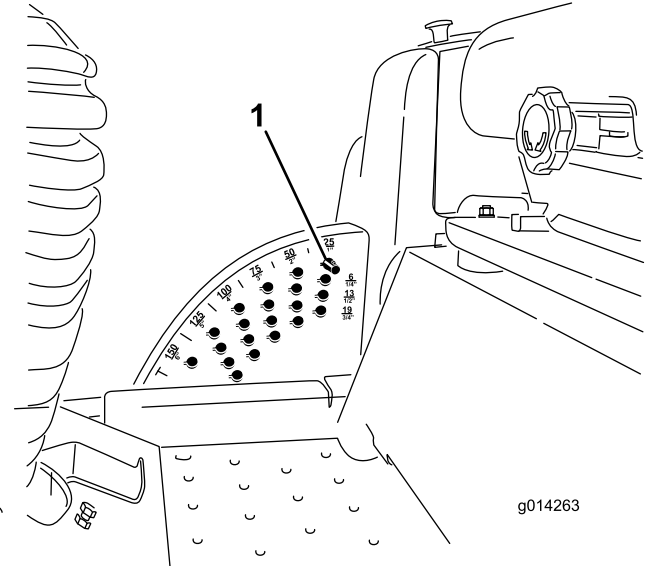

Figure 26
- Lorsque le moteur tourne, repoussez la commande de levage plateau de coupe en arrière jusqu'à ce que le plateau soit complètement levé et **relâchez immédiatement la commande** (Figure 26).
- Tournez la goupille de butée jusqu'à ce que la saillie soit en face des trous du support de hauteur de coupe et retirez-la (Figure 26).
- Placez la goupille dans le trou du support correspondant à la hauteur de coupe voulue et tournez-la pour la verrouiller en place (Figure 26).
Remarque: Il y a 4 rangées de trous (Figure 26). La première rangée donne la hauteur de coupe indiquée au-dessus de la goupille. La deuxième rangée donne la hauteur indiquée plus 6 mm. La troisième rangée donne la hauteur indiquée plus 12 mm. La dernière